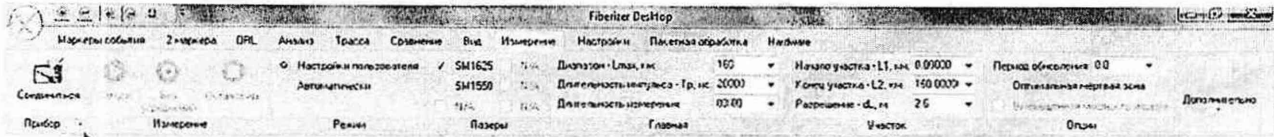

Рисунок 2
3) Перейти на закладку **Измерение** и выбрать способ подключения рефлектометра к ПК – для этого нажать на символ  в углу секции **Прибор** (см. рисунок 2). На экране ПК появится окно **Интерфейс прибора**, показанное на рисунке 3.